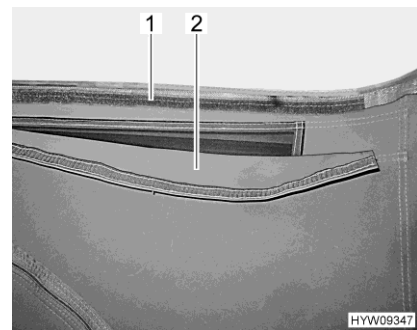

Fig. 22 Ventilación (abierta)
- Tirar la ventana de lona (Fig. 22,2) hacia arriba y apretarla contra la cinta velcro (Fig. 22,1).